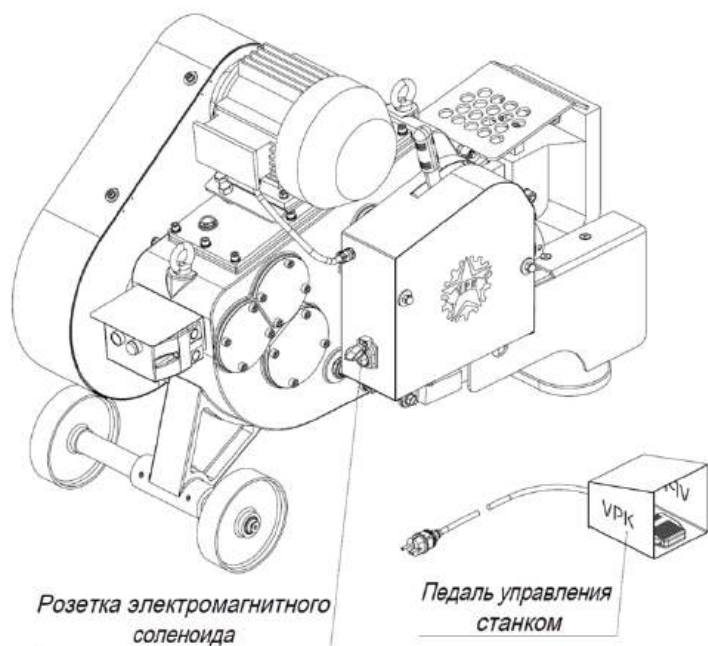

Рис. 3. Устройство станка VPK P-55Э
3. Проверьте затяжку винтов на ножах. Если винты ослаблены, их необходимо затянуть (см. рис. 3).